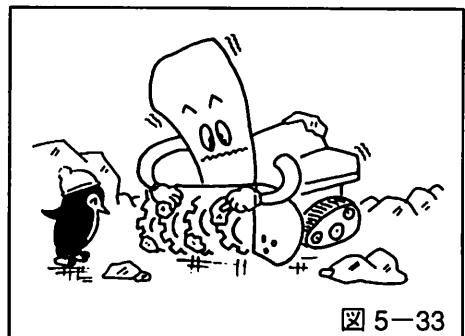

図 5-33
- オーガケース内とプロワ部分の雪や氷などを丁寧に取り除いてください。(図5-33参照)